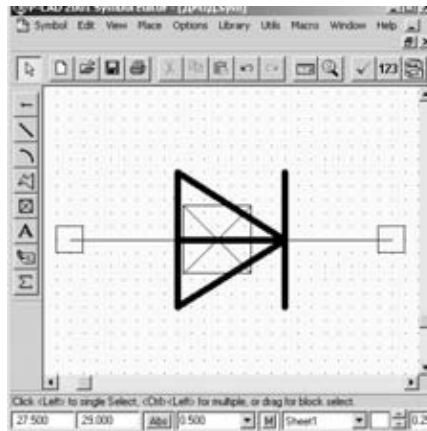

Рис.2.5.2
- Установить точку привязки элемента в центре УГО диода. Для этого выполнить команду **Place Ref Point**. Поместить курсор в точку с координатами (21,5, 31,5) и щелкнуть ЛК (рис.2.5.2).